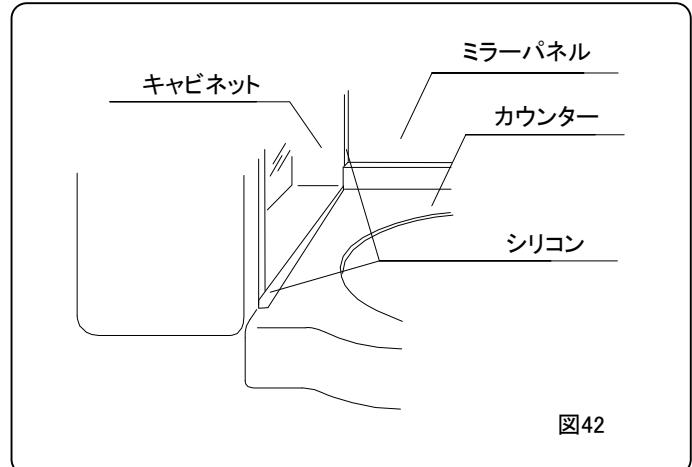

図42
- キャビネットとカウンターとのスキ間、ミラーパネルとキャビネットのスキ間を、シリコンでコーティングしてください。(図42)